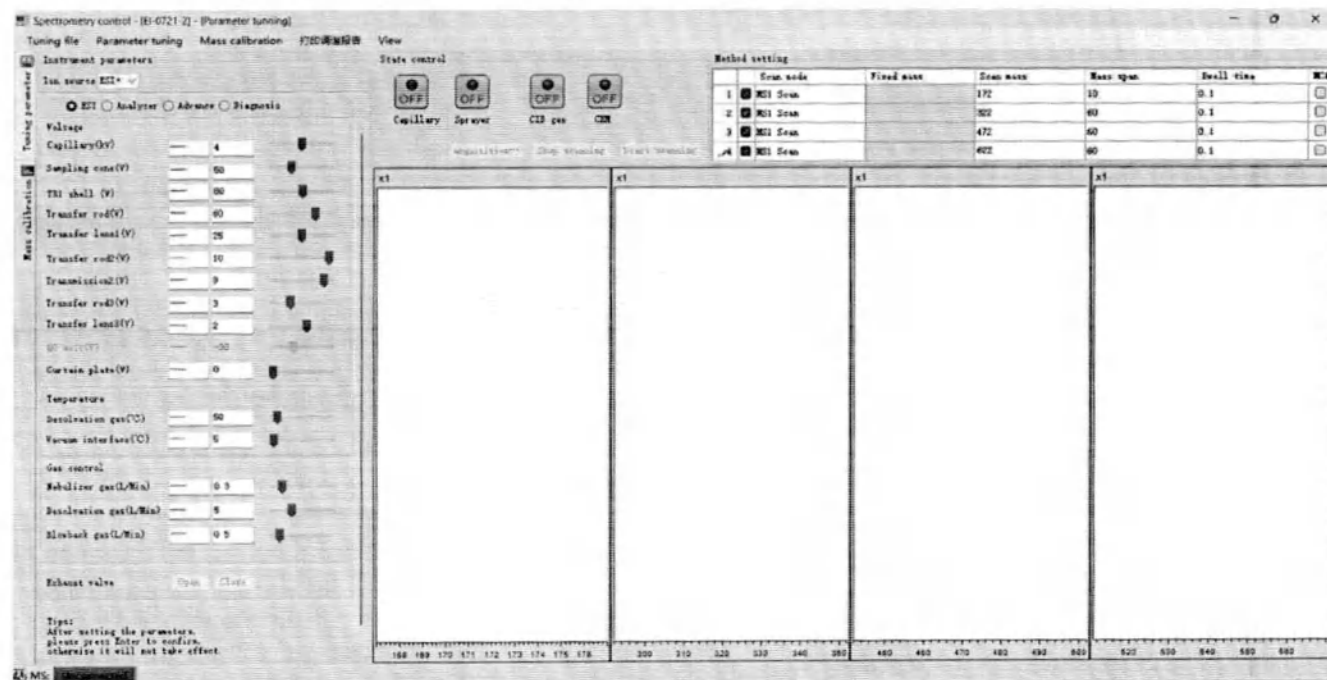

Рисунок 6.27. Интерфейс калибровки массы интерфейса управления.
- 3) Нажмите кнопку Mass calibration («Калибровка масс») (рисунок 6.27.).